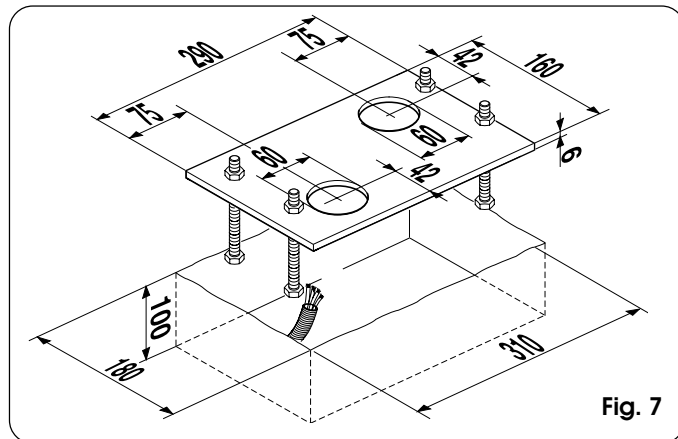

Fig. 7
- 3) Realice una zapata de cimentación como se indica en la Fig.7 y cubre la placa de cimentación previendo una o varias vainas para el paso de los cables eléctricos. Compruebe la perfecta horizontalidad de la placa con un nivel de burbuja. Espere que fragüe el cemento.